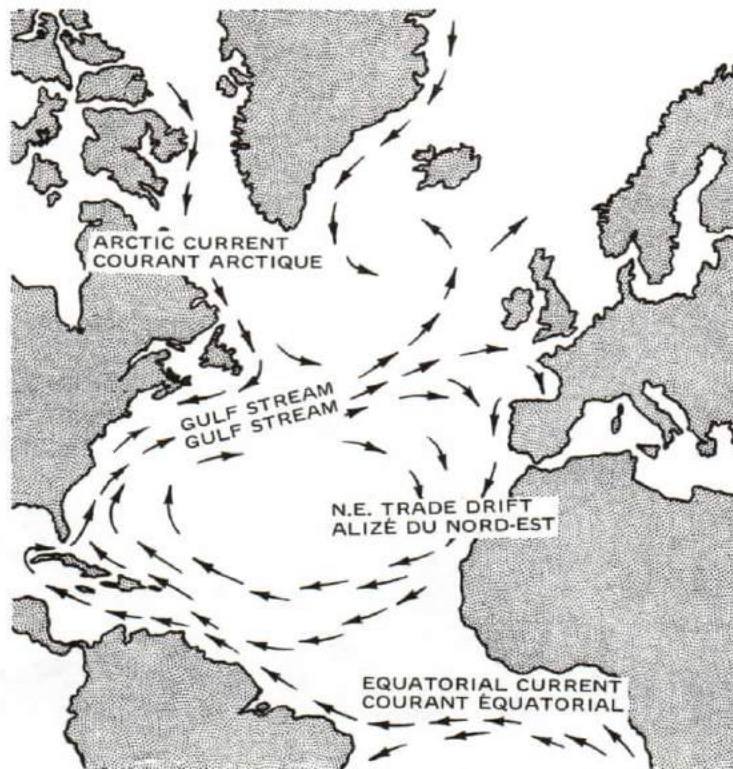

Figure 3-6
2. But where did the iceberg come from? *Titanic* was not steaming in ice — she was hundreds of miles south of it. How did an iceberg get into the North Atlantic? The answer is perfectly simple. The iceberg was borne south on an ocean current. See Figure 3-6.
2. Mais d'où venait donc cet iceberg? Le *Titanic* ne suivait pas la route des glaces et il était à des centaines de milles au sud de la limite arctique. Comment un iceberg se trouvait-il dans l'Atlantique nord? La réponse est très simple. L'iceberg avait été entraîné vers le sud par un courant océanique (voir la figure 3-6).
4. They are enormous movements of water. For example, the Gulf Stream past New York (see Figure 3-6) carries 50,000,000 tons of water per second. This is roughly fifty times the total amount of water poured into the ocean by all the rivers in the world.
4. Les courants représentent d'énormes déplacements d'eau. Par exemple, au large de New York (voir la figure 3-6), le Gulf Stream transporte 50,000,000 de tonnes d'eau à la seconde, soit environ 50 fois la quantité totale d'eau déversée dans l'océan par tous les fleuves du monde.